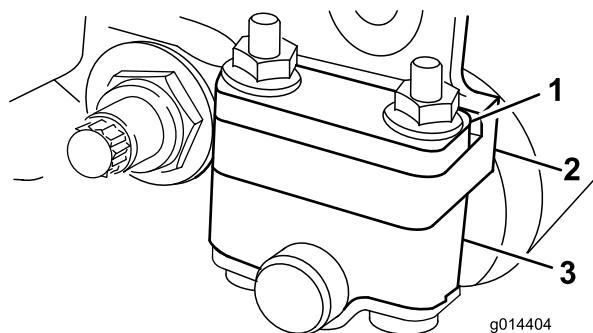
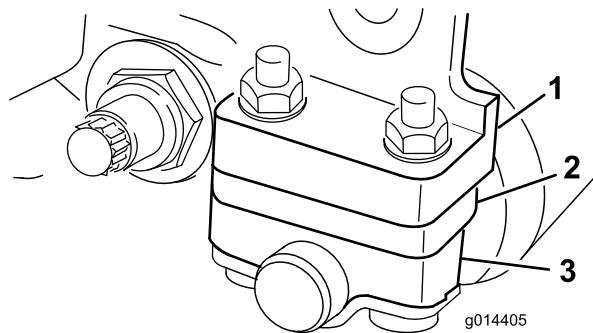

图12
图13
根据您想要的剪草高度范围需要将后滚筒支架图12或图13调整到较低或较高的位置
- 如图12所示当剪草高度设置介于1.56mm之间时将隔片放在侧板安装法兰的上方出厂设置。
- 如图13所示当剪草高度设置介于325mm之间时将隔片放在侧板安装法兰的下方出厂设置。
4. 需要时将隔片放入滚筒支架上方或下方的螺栓上图12或图13。